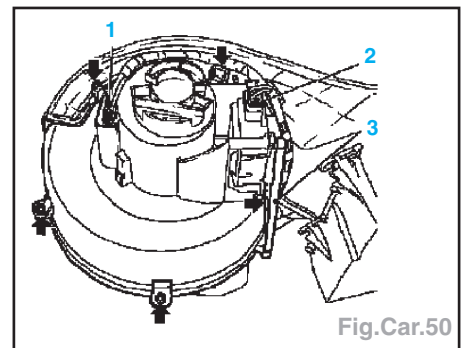

Fig.Car.50
- Débrancher la fiche de faisceau du moteur de volet d'air (1) et du moteur de ventilateur (2).
- Déclipser la tige de liaison du volet d'air (3), décrocher le moteur de ventilation (3 vis et 2 clips) en le tirant vers l'AV (Fig.Car.50).